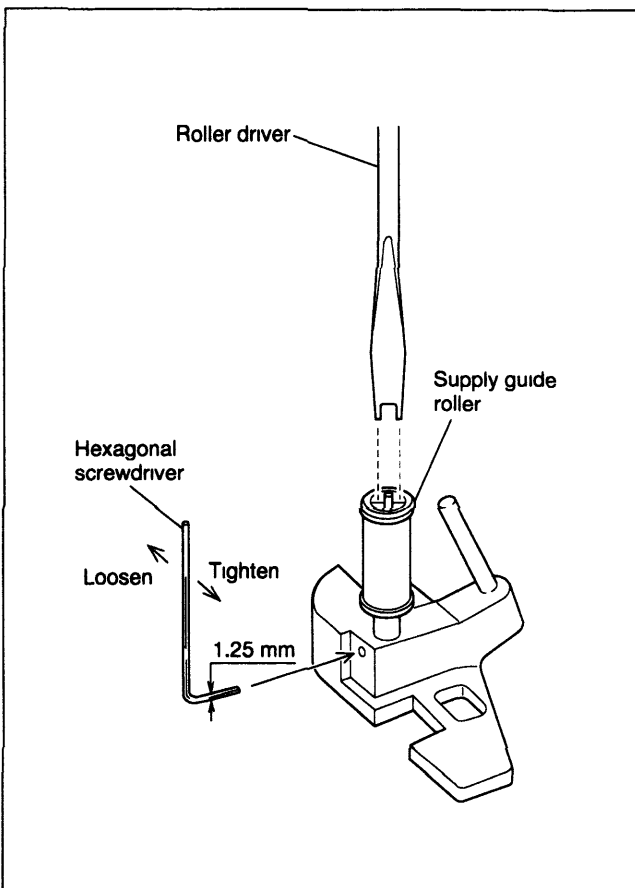

Fig. 2-4-2
- (5) Solte levemente o parafuso na base do poste montado (pole base assy) com a chave hexagonal 1,25 mm (tome cuidado para não afrouxar demais) (Fig 2-4-2).